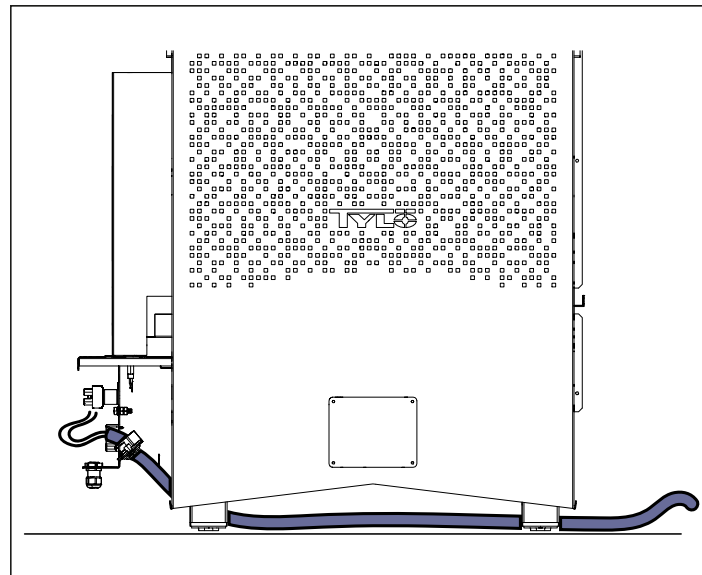

Abbildung 11: Das Stromkabel wird unter der Saunaheizung verlegt.
6. Schließen Sie das Netzkabel (siehe Abbildung 11 & 12) gemäß dem Schaltplan (siehe Abbildung 18) an.